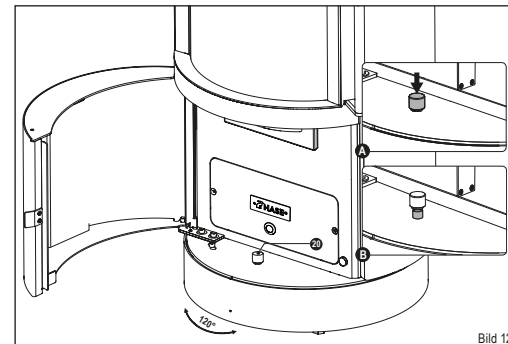

Bild 12
Der Taster (20) der Drehkonsole befindet sich bei Anlieferung in gesperrter Position (Bild 12):
- Drücken Sie auf den Taster (20), um die Sperrung zu lösen (Ausschnitt 2).
- Wenn Sie die gewünschte Einstellung erreicht haben, drücken Sie den Taster (20) erneut, um die Drehkonsole wieder zu sperren.
Der Kaminofen hat einen maximalen Drehwinkel von 120 Grad (Bild 12).